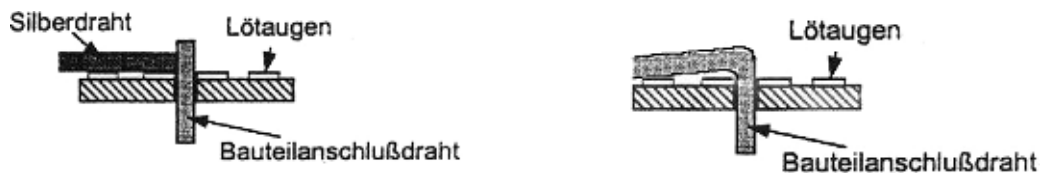

Abbildung 6: Einlöten von Bauteilen
In Abbildung 6 links wird der Bauteilanschlussdraht durch die Bohrung in der Platine gesteckt. Die weitere Verbindung erfolgt mit Silberdraht. Rechts: Das Beinchen des Bauteils (Bauteilanschlussdraht) wird vorher rechtwinklig gebogen und durch die Bohrung in der Platine gesteckt. Zum Biegen benutzt man – um das Bauteil nicht zu beschädigen und gleich das richtige Rastermaß zu erhalten – am Besten eine Biegelehre, die in unseren Laboren vorhanden ist.
- Bauteilanschlussdraht durchstecken (Abbildung 6) und leicht nach außen biegen (nur gerade so, das das Bauteil nicht wieder herausfällt)